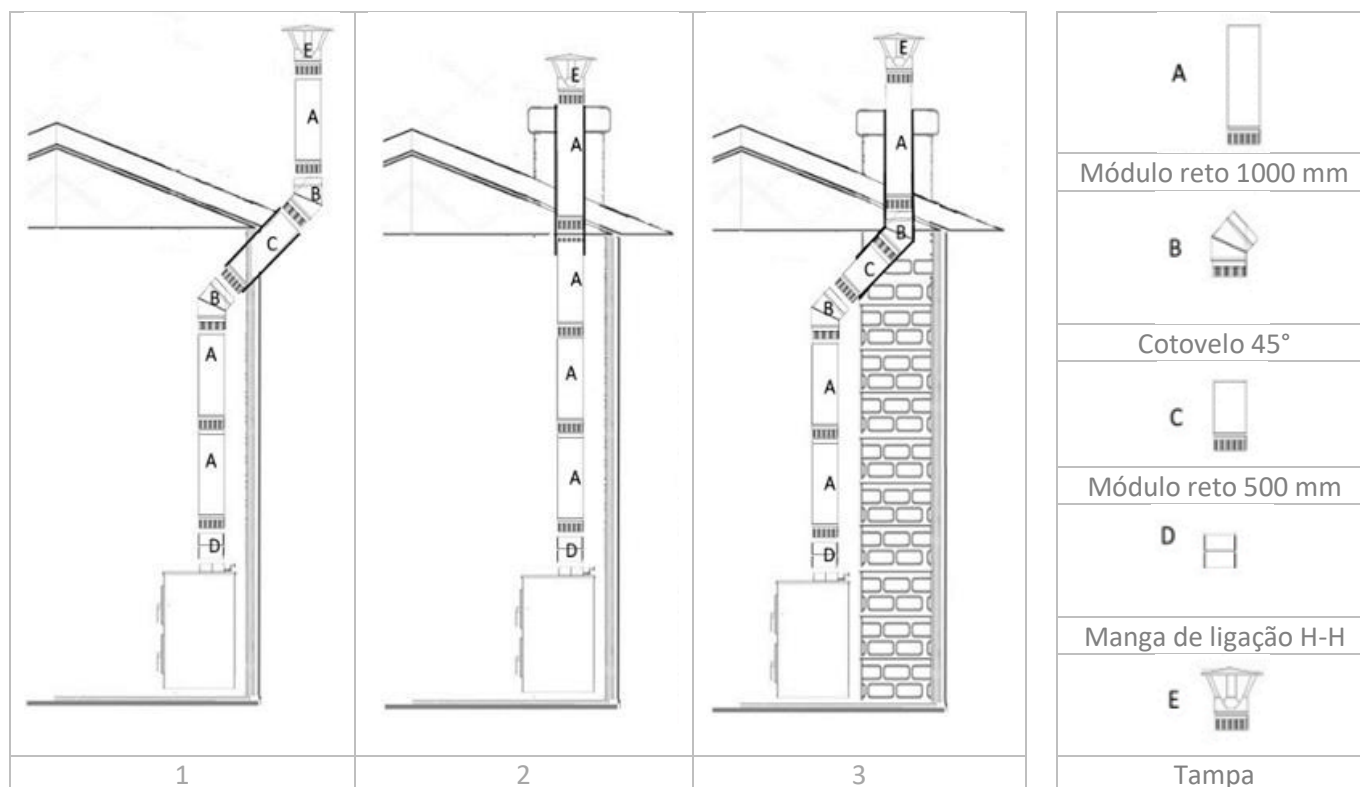

Figura 2
- 3. SECÇÃO VERTICAL (A).** O comprimento total do tubo vertical necessário para atingir o telhado para a tiragem natural (depressão dos gases de combustão) pode variar de instalação para instalação, dependendo de vários fatores, mas geralmente varia de aproximadamente 4 m a 6 m. No entanto, o desempenho ideal é garantido com um vácuo mínimo de aproximadamente ± 15 Pa (pascal).
- 4. COTOVELOS (B).** Caso sejam necessárias curvas (ver desenhos 1 e 2 na Figura 2), os ductos serão ligados através de cotovelos. Estes podem ter até 45° e não devem ser estreitados. Deve-se ainda considerar o seguinte:
- 5. SECÇÃO HORIZONTAL (C).** A conduta de ligação ou secção horizontal da chaminé deve ser concebida com o menor comprimento possível, evitando ao máximo mudanças de direção e de secção. Para tal, deve-se ter em consideração o seguinte:
- 6. MANGA DE UNIÃO (D).** Para a ligação correta da conduta vertical ao colar de saída de fumos m (macho) do fogão, é necessária uma tomada h/h (fêmea/fêmea) de modo a que a extremidade m (macho da conduta vertical) fique virada para baixo).
- 7. TAMPA DE CHAMINÉ (E).** Para uma evacuação adequada do fumo e para evitar as influências do vento, são necessárias determinadas distâncias mínimas da tampa da chaminé. Veja a figura seguinte: